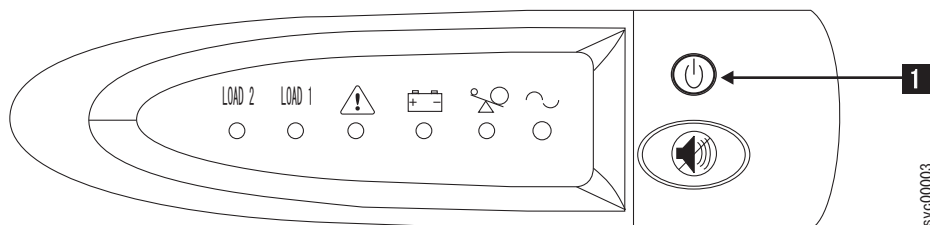

図 309. 2145 UPS-1U のフロント・パネル・アセンブリ
1. 2145 UPS-1U の前面で、電源ライトが消えるまで (約 5 秒間)、「オン/オフ」ボタン (図 309 の **1**) を押し続けます。2145 UPS-1U の一部のバージョンでは、オン/オフ・ボタンを押すために、ねじ回しのような先の尖った道具が必要な場合があります。2145 UPS-1U は待機モードになります。